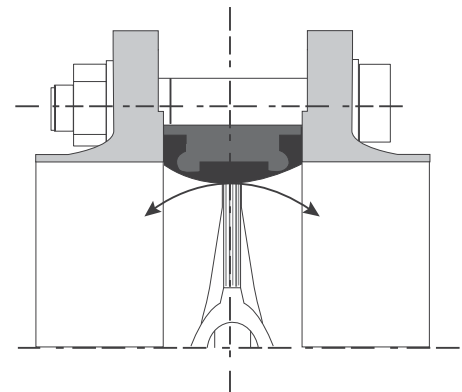

Abbildung 2: Falscher Einbau
- Schlechte Abdichtung zwischen Absperrdichtung und Klappenscheibe (siehe Kapitel 10.1, Abbildung 2).